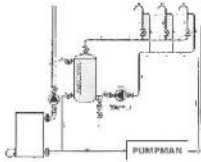

рис. 2
1. Насос должен быть установлен в легко доступном месте. Монтаж осуществляется непосредственно на горизонтальный или вертикальный трубопровод. На обратный трубопровод после точек отбора воды. (рис. 2)